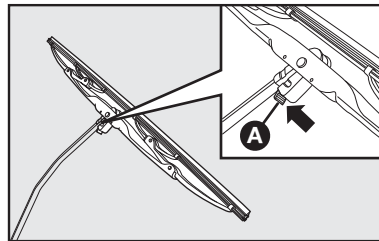

fig. 16
Substituição das palhetas do limpador do para-brisa - fig. 16
3) Pressionar a trava **A-fig. 16** como indicado e, simultaneamente, fazer uma leve pressão para abaixo para desencaixar a palheta de sua sede e, assim poder extraí-la empurrando-a em direção ao para-brisa.